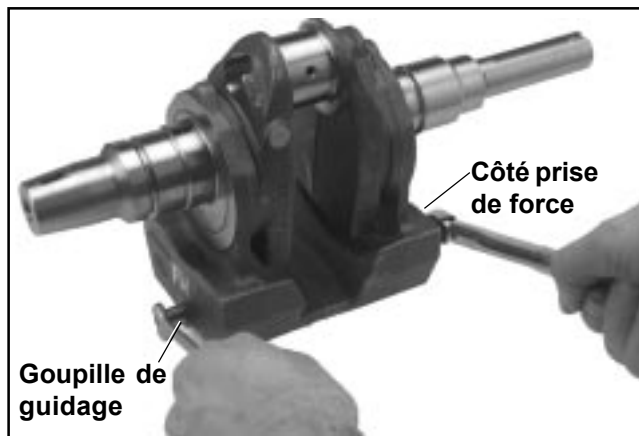

Figure 10-12. Assemblage de la masse et du vilebrequin.
- c. Aligner les masses et installer la vis de masse dans le trou de montage depuis le côté **transmission**. La passer dans la goupille de guidage à l'extérieur de la masse **côté volant**. Maintenir la goupille de guidage à l'aide d'une clé et serrer la vis au couple de **10 Nm (90 in. lb.)**. Voir la Figure 10-12. **Ne pas** tenir ou endommager le diamètre extérieur de la goupille de guidage.